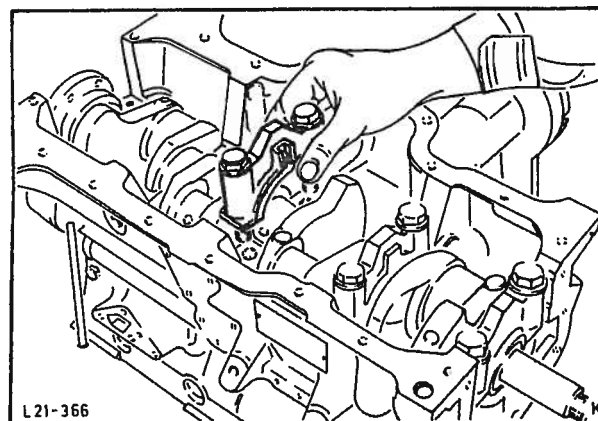

Fig. 60 Montering av bærelageroverfall med lagerskål.
31. Plasser bærelageroverfallene komplett med oljede lagerskåler på sentreringsringene og vær spesielt oppmerksom på trøsteskillerens plassering i midtre bærelageroverfall. (De bearbejdede flatene på lageroverfallene må peke mot innsprøytningspumpens side, fig. 60).